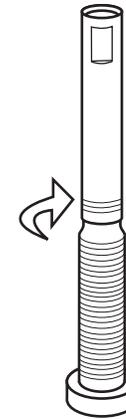

Figure 40. Vissez l'extension de valve en ligne dans la tige.
3. Vissez le prolongateur de valve en ligne dans la tige de valve dans le sens horaire (Figure 40).